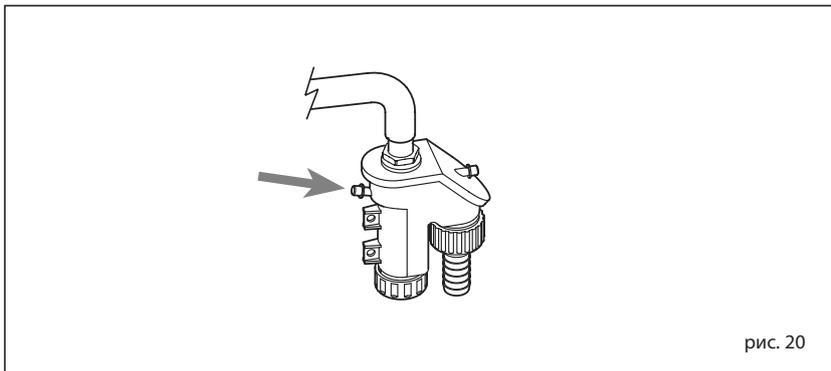

рис. 20
4.5 ТЕХОБСЛУЖИВАНИЕ (рис. 20)
Возможное наполнение выполняется через специальное отверстие (рис. 20).